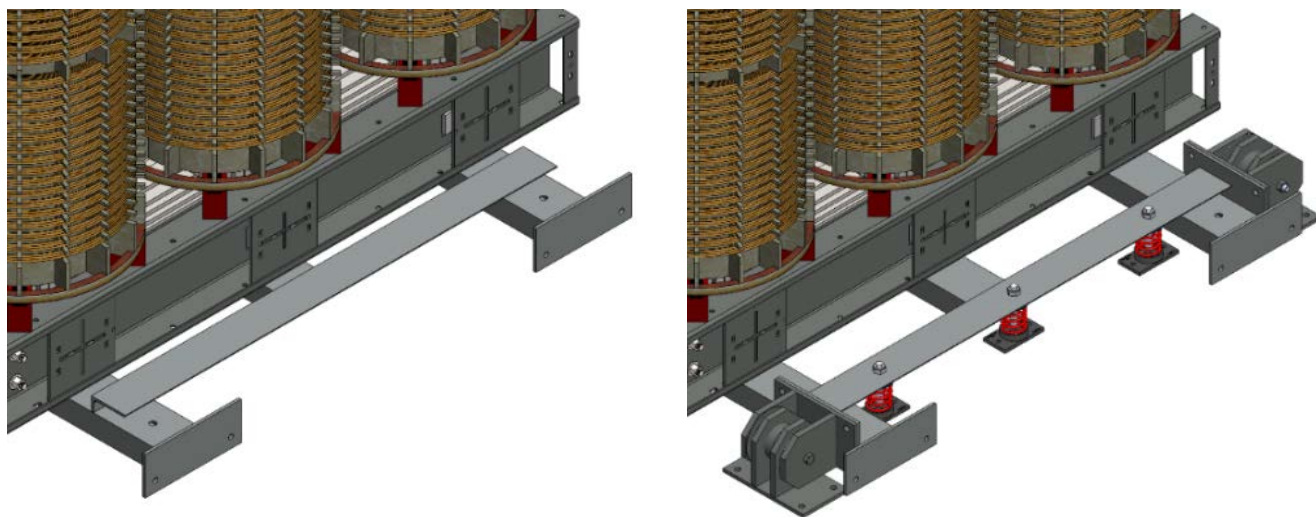

Figure 6: Gauche – base typique avec provisions pour levage, droite – base typique avec provisions pour ressorts sismiques et bloqueurs (non fournis)
À moins que des provisions ont été faites sur le noyau de transformateur et la base de bobine, les transformateurs doivent être solidement montés au sol à l'aide des trous de montage fournis. Les coussinets antivibratoires en néoprène fournis doivent être positionnés sous les canaux de base du transformateur, comme illustré à la figure 6. Selon le poids des transformateurs, l'appareil sera fourni avec 6 ou 9 coussins. Lorsque seulement 6 coussins sont fournis, les plaquettes doivent être situées aux trous de montage. Les boulons d'expédition reliant les canaux de base du noyau-bobine à l'enceinte sont fournis pour assurer les deux ne peuvent pas se déplacer les uns par rapport aux autres, et les dégagements électriques ne sont pas compromises alors que le transformateur est déplacé dans son emplacement final. Ils ne doivent être enlevés qu'une fois que le noyau-bobine et le boîtier ont été fixés indépendamment au sol, et devraient être conservés pour une utilisation ultérieure. Voir figure 6 ci-dessous pour les détails de montage. Pour les transformateurs avec des provisions pour le levage, le dérapage et le roulement, ou pour montage sur les ressorts sismiques et les bloqueurs, une base alternative de construction est fournie (voir figure 7). Une fois que le transformateur a été mis en place, la plaque de recouvrement doit être remplacée et fixée afin d'éviter la saleté, ou d'autres objets de tomber dans le transformateur. Référez-vous aux dessins d'approbation d'usine pour plus de détails, ou contactez Rex Power Magnetics pour toute question relative au montage du transformateur.
2. Boulons d'expédition entre le noyau-bobine et la base du boîtier doivent être enlevés pour éviter le transfert de vibrations du transformateur au boîtier. (Voir figure 6)
Transformateurs de puissance à sec fournis comme noyau-bobine, ou installés dans un boîtier de fond ouvert Sont fournis avec des coussins anti-vibrations standard à positionner sous l'ensemble noyau-bobine. Ces coussins anti-vibrations réduisent le transfert ou les vibrations et le bruit du noyau du transformateur à la surface de montage. Reportez-vous à la figure 6 pour l'emplacement approprié de ces coussins.